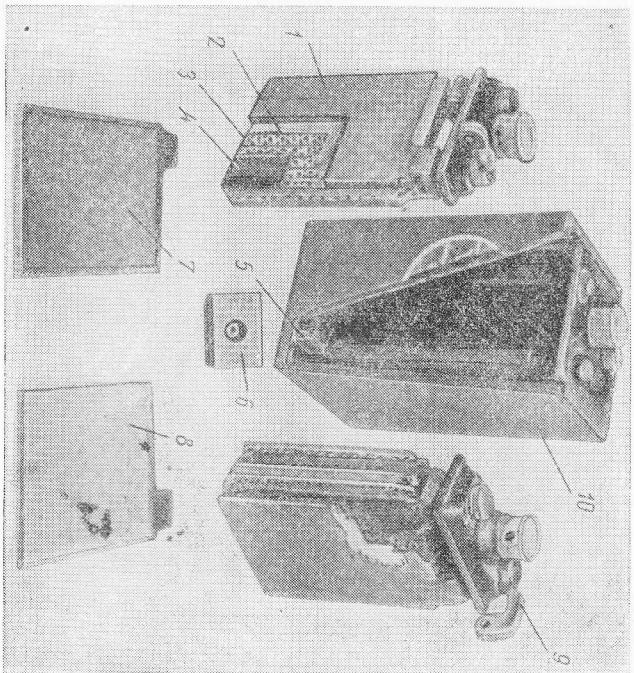

Рис. 5. Составные части мотоциклетного аккумулятора (с левой стороны изображен элемент аккумулятора 3М1, с право-
В каждом элементе имеется одна положительная пластина емкостью **7 а·ч** и две отрицательные пластины которых в 2 раза меньше (рис. 5). По обе стороны положительной пластины находятся отрицательные пластины для того, чтобы положительная пластина разыгдалась равномерно с обеих сторон и не коробилась при раз-
Рассмотрим теперь более подробно отдельные детали мотоциклетных аккумуляторов (см. рис. 5). Это прежде всего пластины, состоящие из решетки, отлитой из твердого свинца (с примесью сурьмы), на которые нанесена активная масса. Решетки являются основой пластины, так как сама активная масса не имеет достаточной прочности. Ввиду того что мотоциклетный аккумулятор должен быть небольших размеров, пластины поменьше как можно бли-
8. Летом один раз за 14 дней (зимой ежемесячно) нужно контролировать уровень электролита через отверстия для пробок. Если поверхность электролита находится в отверстии — уровень правильный, если же обнажился перфорированный эbonитовый щиток (рис. 5) — уровень низок; тогда в электролит необходимо долить дистиллированной воды. При эксплуатации аккумулятора испаряется только дистиллированная вода. Серную кислоту можно доливать только в случае явной потери электролита, например, если мотопилки упал. В этом случае нужно долить разведенную кислоту той же плотности, что и электролит в банке.